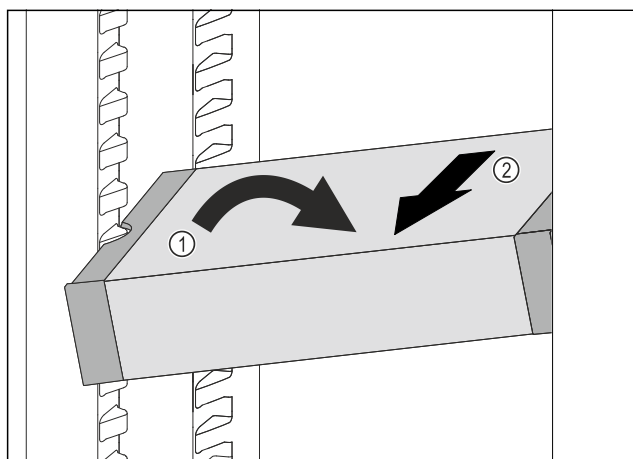

Fig. 177
- Impostare il vano frigorifero di VarioSafe ad angolo. Fig. 177 (1)
- Rimuovere VarioSafe tirando in avanti. Fig. 177 (2)